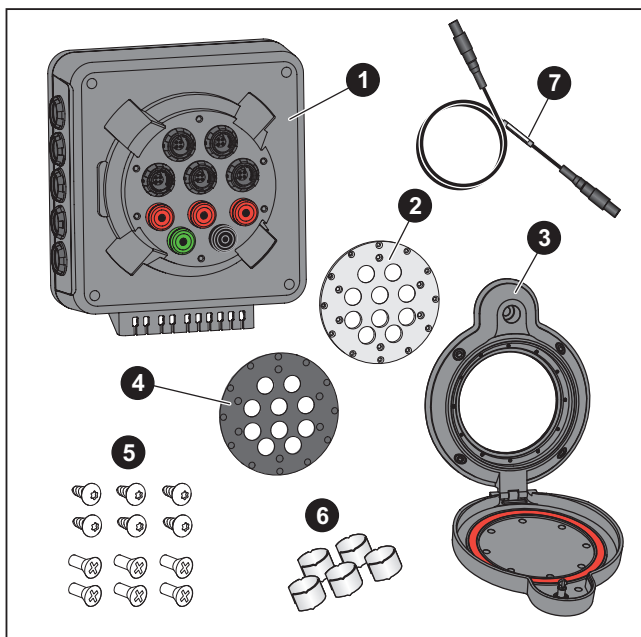

Figura 1. Piezas de PQ Window
Desembale el producto cuando lo reciba. Consulte la figura 1. Identifique todas las piezas y compruebe que no falte ninguna en el envío:
4. En los conductores de comprobación de corriente, aplique el marcador del cable 1 del juego (consulte la figura 1, elemento 6) en ambos extremos del cable para la fase A/L1. Continúe con el marcador 2 de la fase B/L2 y el marcador 3 de la fase C/L3, N y puesta a tierra.